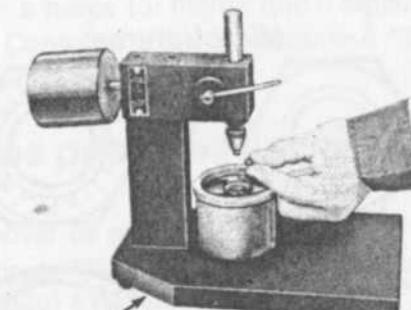

fig. 52
- Colocar a esfera de aço de 5/16", fornecida com o equipamento, no êmbolo do ticho (fig. 52)